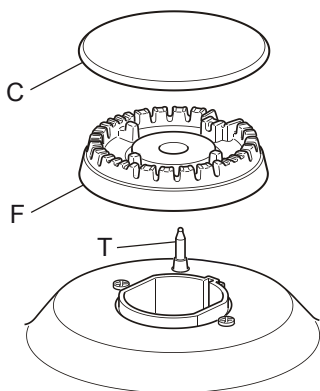

Fig. 5.4
- Verificare che la sonda "T" (fig.5.4) vicino ad ogni bruciatore sia sempre ben pulita in modo da permettere il regolare funzionamento della valvolatura di sicurezza.
É molto importante verificare il perfetto posizionamento dello spartifiamma "F" e del cappello "C" del bruciatore (vedere figure 5.4 - 5.5) perché un loro spostamento dalla sede può essere causa di gravi anomalie